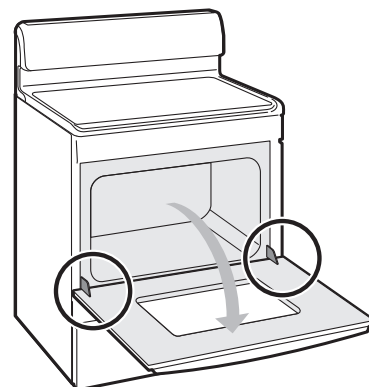

Figure 78 : Emplacement des charnières du four
1. Ouvrez la porte de four complètement (figure 78).
3. Lorsque les deux bras des charnières sont en place, ouvrez la porte du four (figure 78).